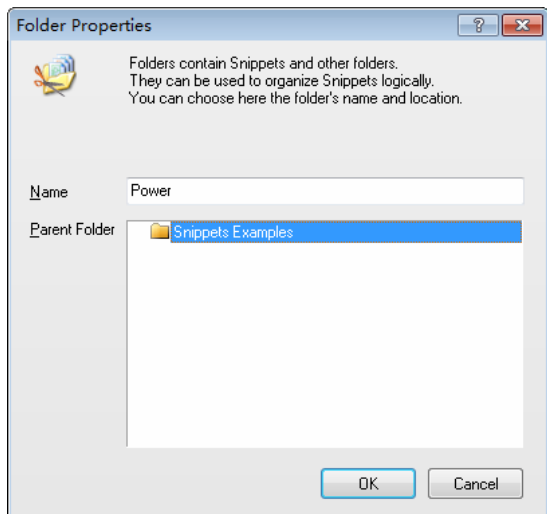

图 6-10 在 Snippets Examples 下新建 Power 文件夹
(3) 在系统提供的片段文件夹下创建一个子文件夹。单击 New Folder 按钮, 弹出 Folder Properties 对话框, 在 Name 文本框中输入新的子文件夹名称 Power, 然后在 Parent Folder 框中选中父文件夹 Snippets Examples, 如图 6-10 所示。